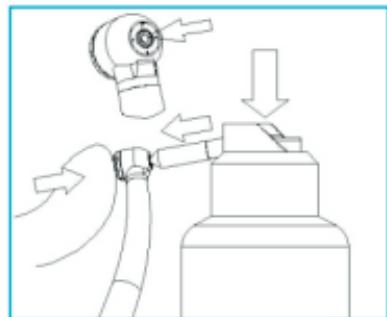

Fig. 9-1
- Pour nettoyer et lubrifier l'intérieur du dispositif médical, utilisez un lubrifiant indiqué pour le dispositif médical : raccordez la buse noire (fournie avec le dispositif médical) au tube de la bombe aérosol, puis insérez la buse dans le tuyau d'air d'entraînement du dispositif médical (Fig. 9-1). Appuyez pendant 2 à 3 secondes sur le bouton de la bombe pour faire sortir le lubrifiant de la tête.